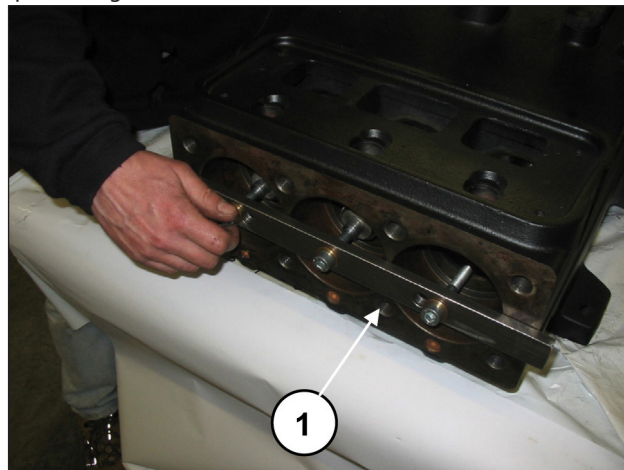
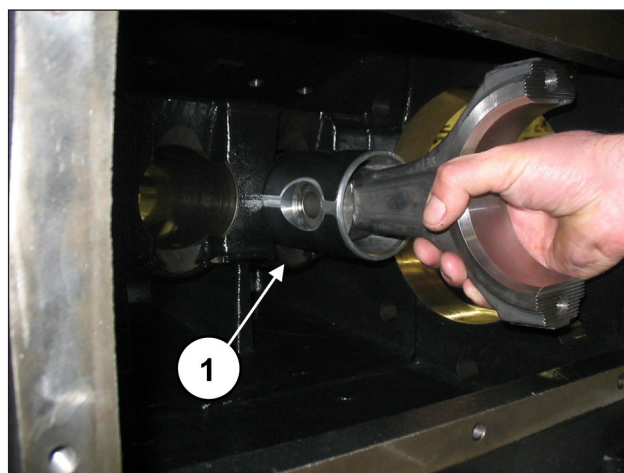

Fig. 31
Fig. 32
Procedere a svitare le viti dell'attrezzo cod. 27566200 per sbloccare le bielle (pos. ①, Fig. 31) e successivamente estrarre i gruppi biella-guida pistone dall'apertura posteriore del carter (pos. ①, Fig. 32).
Dopo aver verificato la perfetta pulizia del carter inserire il gruppo semibiella-guida pistone all'interno delle canne del carter (pos. ①, Fig. 32).
Bloccare i tre gruppi utilizzando l'apposito attrezzo cod. 27566200 (pos. ①, Fig. 31).
Rimuovere l'attrezzo per il bloccaggio delle bielle cod. 27566200 (pos. ①, Fig. 31).